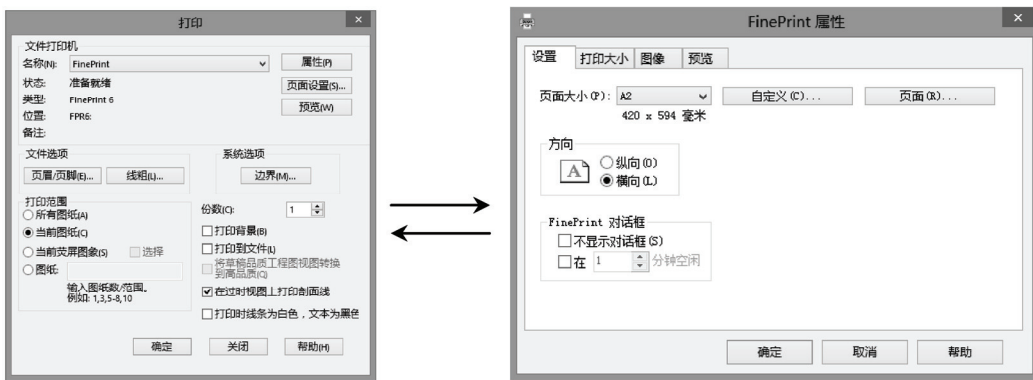

图 7-155 简单的打印输出操作
STEP 10 选择“文件”>“打印”菜单，或单击“打印”按钮，打开“打印”对话框，在“名称”下拉列表中选择打印机，单击“属性”按钮，在弹出打印机属性对话框中，设置正确的图纸大小，单击两次“确定”按钮直接进行打印即可，如图 7-155 所示。